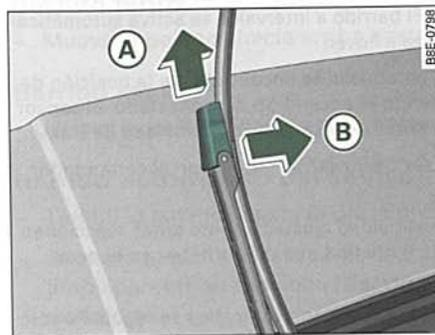

Fig. 81 Extraer la escobilla
- Desplace el elemento de bloqueo de la escobilla en la dirección de la flecha ⇒ *página 86*, fig. 81 (A). Aguante al mismo tiempo la escobilla.
- Saque la escobilla (B) del alojamiento del brazo del limpiaparabrisas.